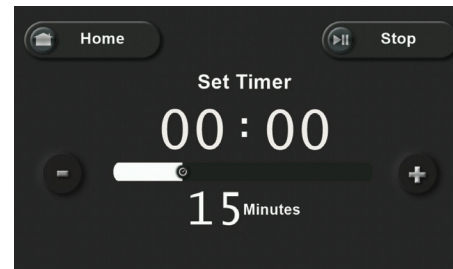

Fig. 1
3. Use el control deslizante para ajustar el temporizador. El tiempo máximo es de 30 minutos. (Fig. 1)